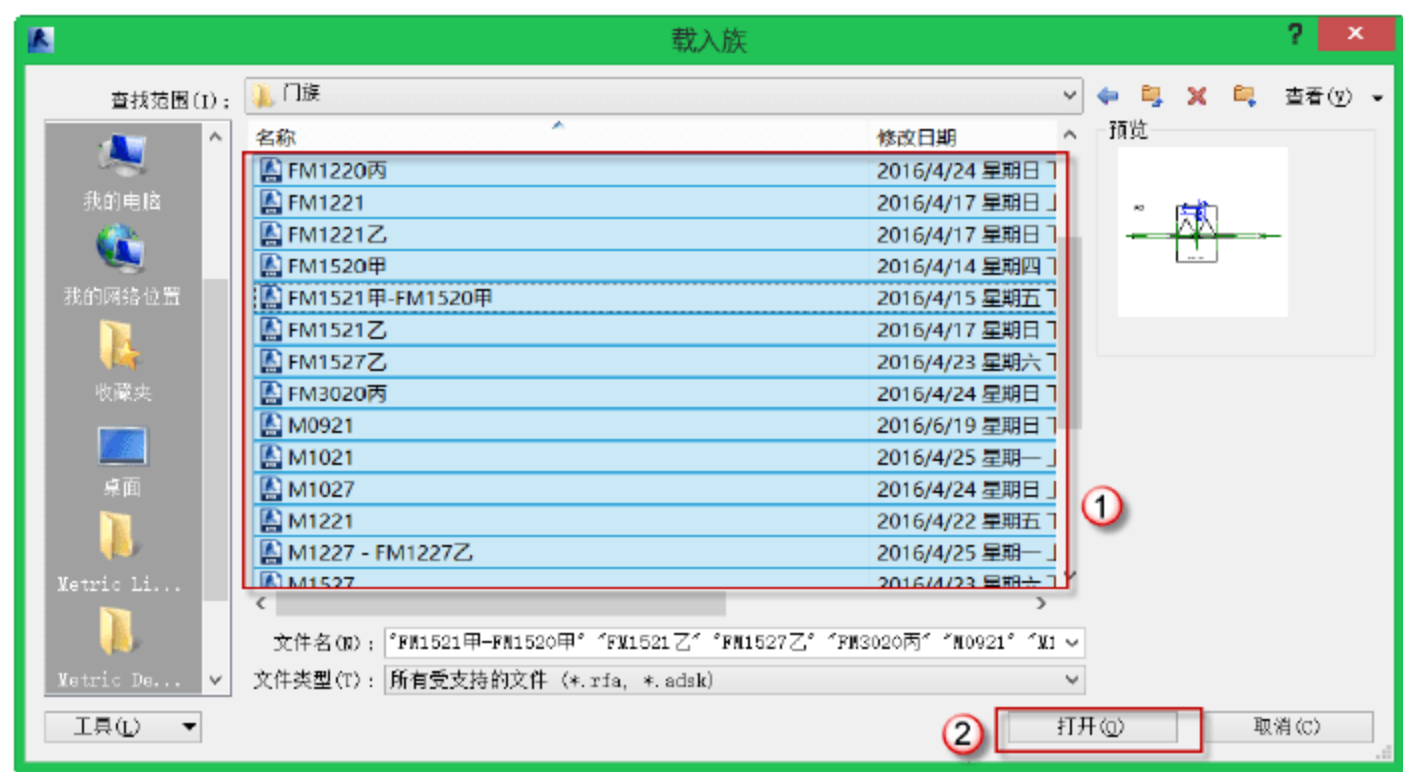

图 10.4.1 载入门族
(1) 载入门族。选择“插入”→“载入族”命令，在弹出的对话框中找到对应的“门族”文件位置，按 Ctrl++键，选中所有的“门族”，然后单击“打开”按钮，如图 10.4.1 所示。